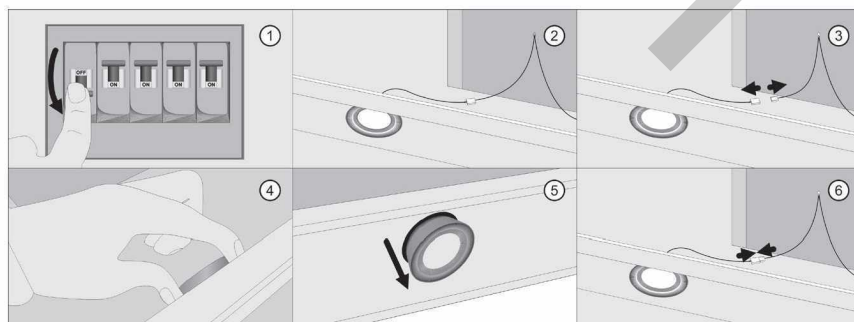

Рис. 15 Замена ламп освещения
**Перед заменой ламп следует отключить изделие от сети питания. ( Рис. 15. 1 )**
1. Поднять стекло вытяжки и извлечь жировой алюминиевый фильтр; (Рис. 15. 2)
тания лампы, нажав на фиксатор на нем; ( Рис. 15. 3 )
3. Изнутри вытяжки нащупать две фиксирующие пластины лампы, сжать их пальцами и вытолкнуть лампу вниз; ( Рис. 15. 4, 5 )
4. Установить новую лампу того же типа и характеристик (12 В, 1,5 Вт), и последовательно подключить к питанию. ( Рис. 15. 6 )